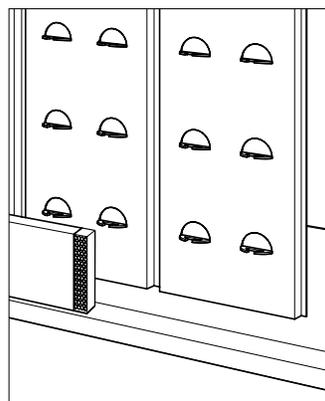
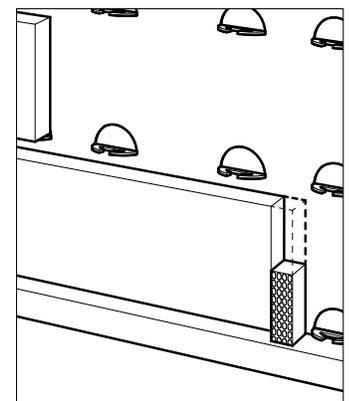

FIGURA 15
FIGURA 16
- Se requieren rejillas de ventilación de al menos 1 pulgada de altura para aplicaciones *Elite* (vea la Figura 15) y se pueden usar en lugar de juntas de cabeza abierta para aplicaciones exteriores *Classic* (vea la Figura 16). Aplique una pequeña cantidad de adhesivo en un extremo de la rejilla (drenaje) e instálole verticalmente entre los ladrillos con el extremo con adhesivo en la parte superior para que el agua drene en la parte inferior.